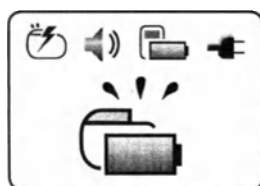

Рис. 2.8 Экран достаточности зарядки нейростимулятора.
7. Когда уровень заряда батареи нейростимулятора будет достаточен для его использования, отобразится экран **достаточности зарядки нейростимулятора** (Рис. 2.8)